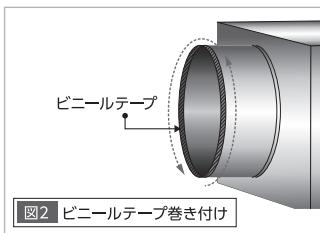

図2 ビニールテープ巻き付け
- ① 摩耗及び損傷を防ぐため、【図2】を参照して吹出口先端部にビニールテープを巻いてください。